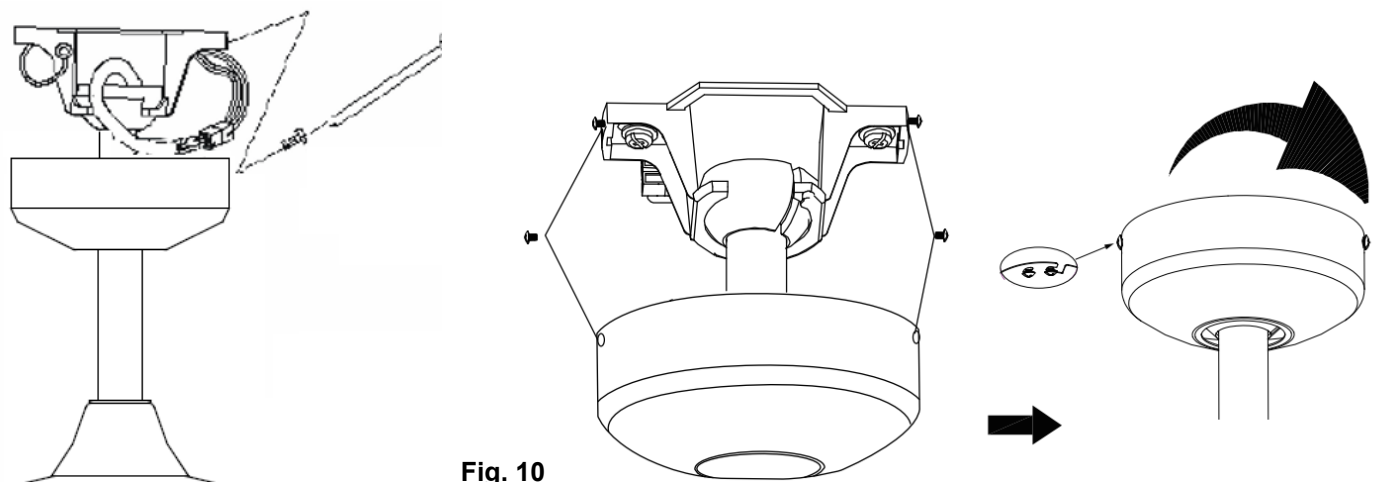

Fig. 10
- Couvrez le support de montage avec le cache. Veillez à placer tous les câblages électriques dans le capot et à ne pas les endommager durant cette étape. Fixez le cache sur le support de suspension avec les vis fournies. (Fig. 10)